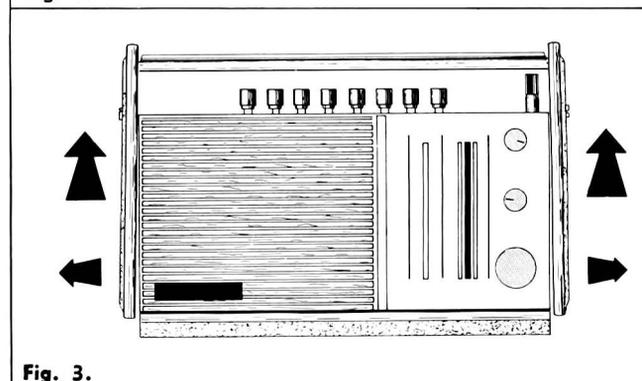

Fig. 3.
- 7) Dégager et retirer l'ensemble cache-clavier et côtés gauche droit (Fig. 3).